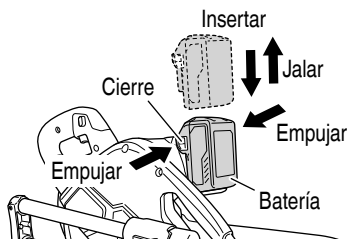

Fig. 11
- Cómo instalar la batería o el adaptador de CA/CC. Alinee la batería o el adaptador de CA/CC con la ranura del mango de la herramienta y deslicelos para colocarlos en su sitio. Insértela siempre al máximo, hasta que se bloquee en su sitio con un pequeño clic. De lo contrario, puede caer de la herramienta accidentalmente y causar lesiones a usted o a alguien que se encuentre cerca (Fig. 11).
- Cómo retirar la batería o el adaptador de CA/CC. Retire la batería o el adaptador de CA/CC del mango de la herramienta mientras presiona el cerrojo (2 unidades) de la batería o el adaptador de CA/CC (Fig. 11).